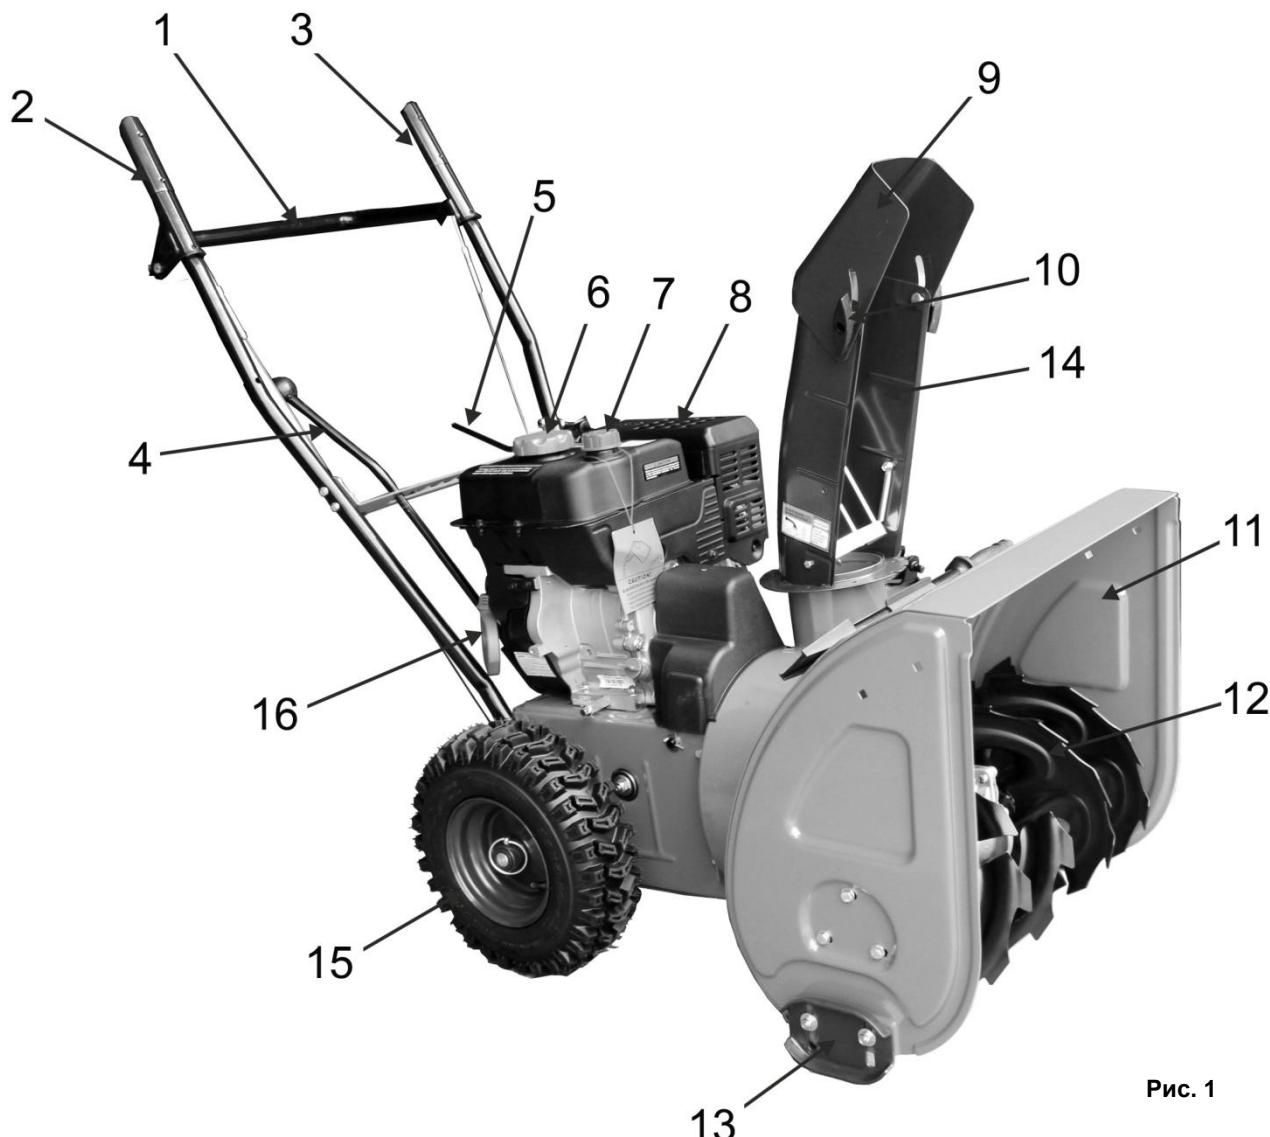
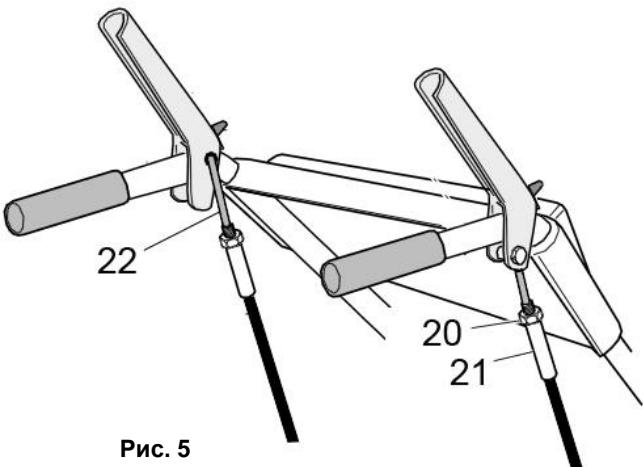

Рис. 1
Рис. 5
- Снегоуборщик вращением лопастей шнека (12)(См. Рис.1) убирает снежный покров с ровных площадей, и через снегоотвод (14) выбрасывает его в выбранную сторону.
- Шнек (12)(См. Рис.1) - винтовой механизм в виде стержня с наклонными лопастями, приводимый в действие двигателем. Шнек захватывает, и транспортирует снежную массу внутрь снегоуборщика на врачающуюся
- Снегозаборник (11)(См. Рис.1) служит для захвата снега и направления его потока в рабочую зону снегоуборщика (на шнек).
Рычаг привода колес (2)(См. Рис.1)
- При нажатии рычага привода колес (2), включается система привода, и снегоуборщик начинает движение.
- При отпускании рычага привода колес (2), привод отключается, и снегоуборщик прекращает движение.
Рычаг привода шнека (3)(См. Рис.1)
- При нажатии рычага привода шнека (3), включается система привода, и лопасти шнека (12)(См. Рис.1) начинают вращение.
Рычаг переключения скоростей (4)(См. Рис.1)
- Для изменения скорости и направления движения: остановите снегоуборщик и вращение шнека, переведите рычаг (4)(См. Рис.1) в соответствующее выбранному режиму движения положение.
- Установите желоб снегоотвода (14)(См. Рис.1) на выпускной канал импеллера.
- Установить в отверстие на рычаге управления (2; 3)(См. Рис.1) верхний Z-образный конец троса (22)(См. Рис.5).
- Закрутите на резьбу Z-образного хвостовика втулку троса (21)(См. Рис.5). Закрутите гайку (20) к втулке (21).
- Нижний конец троса со спиральной пружиной (23)(См. Рис.5) закрепите на натяжном кронштейне. Гайкой (24) отрегулируйте допуск троса.
- Установите/замените ограничительные башмаки (13)(См. Рис.1; 7) с каждой стороны снегозаборника.
- Рычаги приводов колес и шнека (2) и (3) должны прижиматься к рукояткам руля управления (1)(См. Рис.1) без чрезмерных усилий.